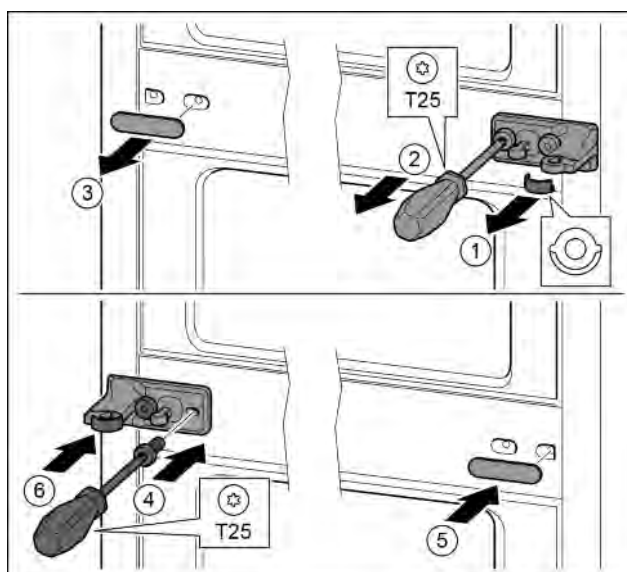

Fig. 14
- ▶ Skinite podložnu pločicu. Fig. 14 (1)
- ▶ Odvijačem T25 odvijte vijke. Fig. 14 (2)
- ▶ Oprezno skinite pokrov. *Fig. 14 (3)*
- ▶ Čvrsto zavijte podložak ležaja s folijom okrenuto za 180 ° na drugoj strani. *Fig. 14 (4)*
- ▶ Postavite pokrov okrenut za 180° na drugoj strani. *Fig. 14 (5)*
- ▶ Nataknite podložnu pločicu s prednje strane. *Fig. 14 (6)*